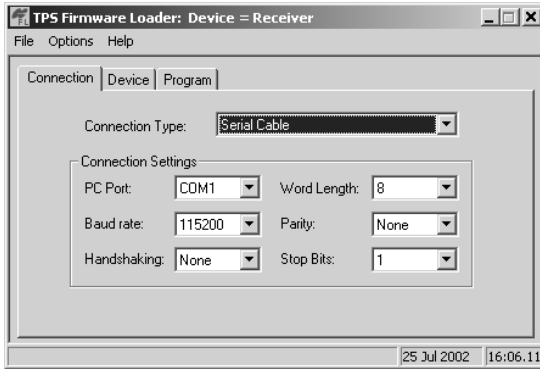

Figura 4-18. Pantalla Principal del FLoader
## 4. Active FLoader (Figura 4-18).
5. En la pestaña Connection, seleccione el puerto de comunicación en su computadora que se conecta con su receptor y seleccione su velocidad (generalmente es 115200) (Figura 4-18).